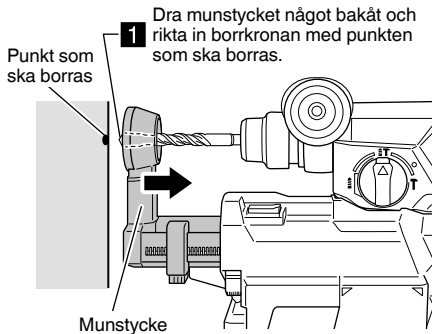

Bild 10
- (1) Ta tag i munstycket med handen och dra tillbaka den en aning och rikta in borrkronan med platsen som ska borrar. (Bild 10)